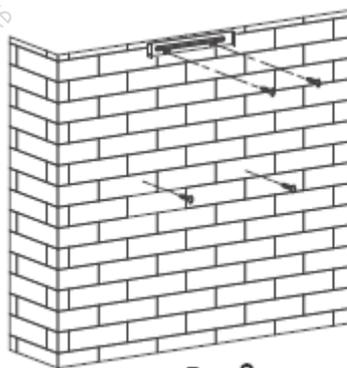

Рис. 2
- После определения нужной высоты расположения вытяжки, отмерьте местоположение отверстий для крепления прибора и кронштейна внутреннего короба. Просверлите 4 отверстия $\varnothing 8: 2$ для крепления кронштейна внутреннего короба и 2 отверстия для крепления корпуса. Следите, чтобы прибор был выровнен в горизонтальной плоскости. Место крепления кронштейна внутреннего короба — самая высокая точка вытяжки. См. рис. 2.
- С помощью дюбелей закрутите 4 x 30 мм винта в стену, затем с помощью двух винтов 4 мм x 40 мм закрепите кронштейн внутреннего короба на стене. См. рис. 2.